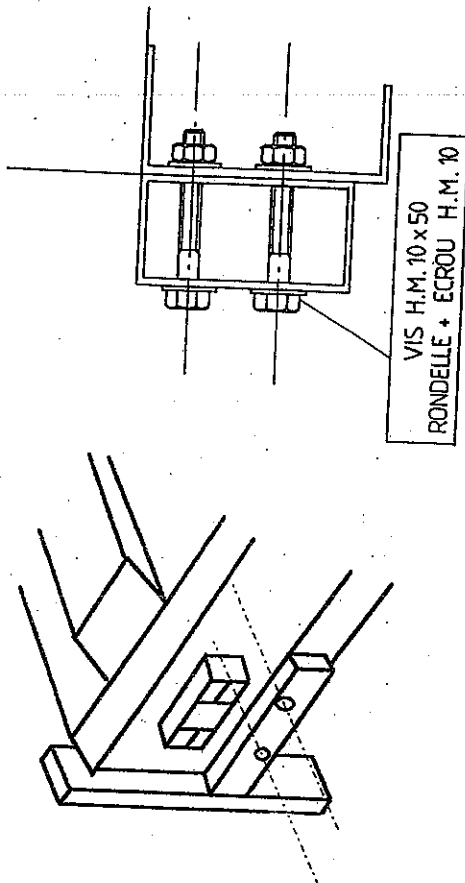

FIG. 2
- Placer votre caravane pliante à 1 mètre du murs où vous souhaitez la stocker. (FIG. 2)